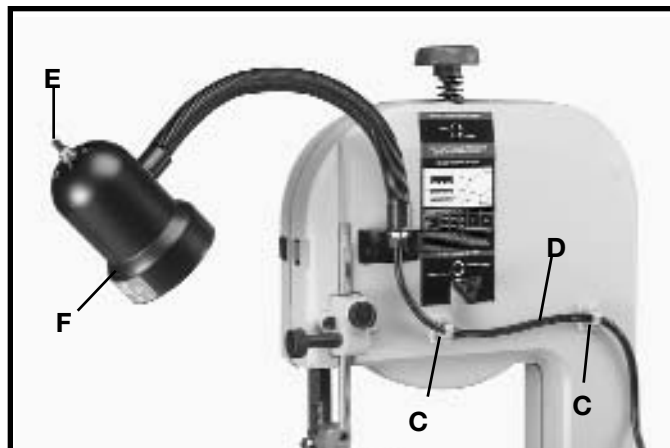

Fig. 13A
2. Retirer l'endos des colliers de cordon (C) fig. 13A, et appliquer un collier à chacun des endroits indiqués. S'assurer que le cordon de la lampe soit acheminé loin de la lame, puis fixer le cordon (D) aux colliers de cordon (C) tel qu'illustré sous la figure 13A.
3. La lampe flexible fonctionne indépendamment de la scie à lame ruban. Pour allumer ou éteindre la lampe, tourner l'interrupteur (E) fig. 13A.